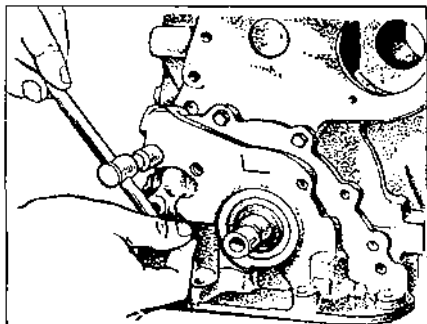

Рис. 2.32.3. Отворачивание болтов крепления масляного насоса и его снятие.
3. Отвернуть болты и снять: держатель манжеты с прокладкой и масляный насос с прокладкой (рис. 2.32.3).